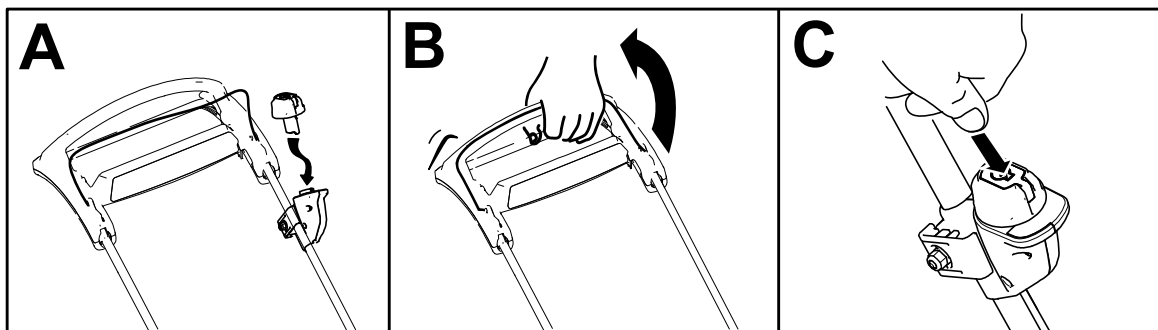

Figure 10
2. Insérez le bouton de démarrage électrique dans l'interrupteur du démarreur électrique (A de la Figure 10).
3. Serrez et maintenez la barre de commande de la lame contre le guidon (B de la Figure 10).
4. Maintenez le bouton de démarrage électrique enfoncé jusqu'à ce que le moteur démarre (C de la Figure 10).